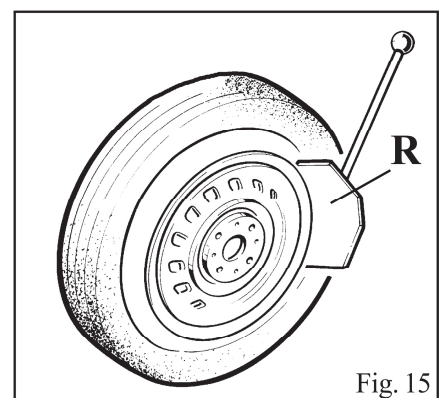

Fig. 15
- Colocar la rueda contra los frenos de goma en el lado derecho de la desmontagomas (S).
- Colocar el destalonador (R) contra el talón del neumático a una distancia aproximada de 1 cm de la llanta (fig. 15). Prestar atención a la paleta, que debe presionar correctamente sobre el neumático y no sobre la llanta.
- Presionar el pedal (U) para activar el destalonador y soltarlo cuando la paleta ha alcanzado el final de su carrera o al final del destalonado.